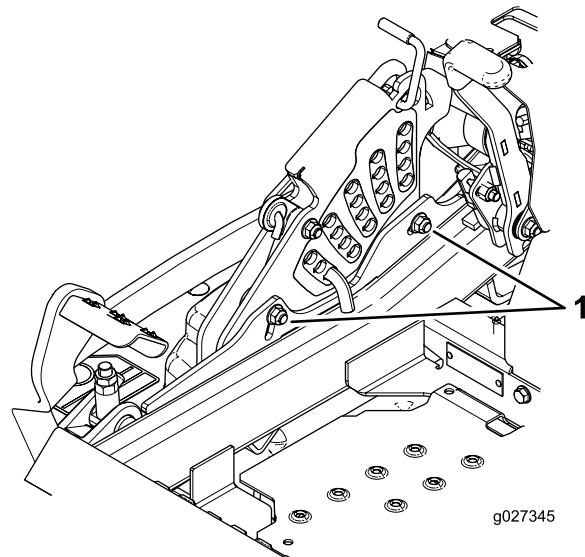

**Figure 99**
10. Ajustez précisément le serrage de l'écrou de réglage sur l'ensemble de levage du tablier avant (Figure 99).
16. Ajustez précisément la vis de réglage en la tournant jusqu'à obtention d'une hauteur de 8,3 mm (3 1/4 po) (Figure 99).